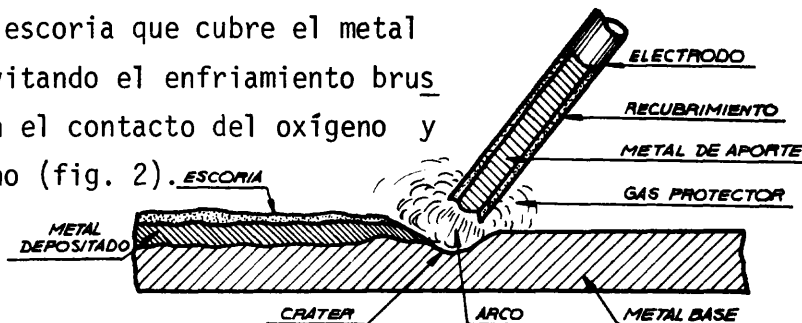

Fig. 2
- produce una escoria que cubre el metal de aporte, evitando el enfriamiento brusco y también el contacto del oxígeno y del nitrógeno (fig. 2).